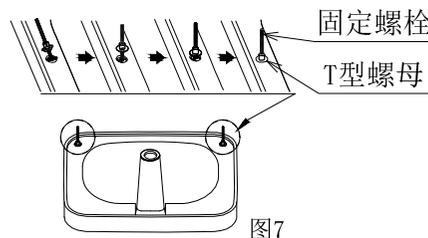

图7
①如图7，将洗面盆倒置，固定螺栓倾斜放入，用T型螺母将固定螺栓锁紧；